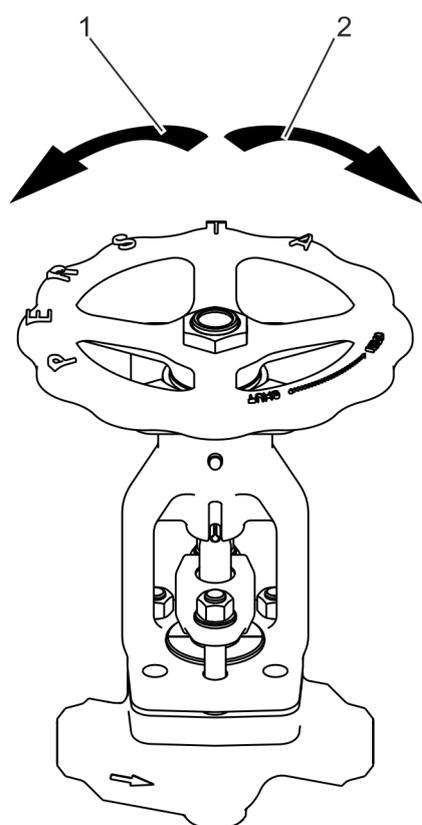

Fig. 18: Entraînement manuel :
- Rotation dans le sens horaire (Fig. 18/2) : Fermer la vanne.
- Rotation dans le sens anti-horaire (Fig. 18/1) : Ouvrir la vanne.